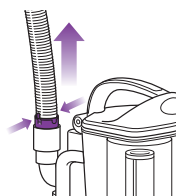

Fig. 25
- Détachez le tuyau extensible de l'arrière du chariot amovible en pressant ensemble les languettes et en tirant vers le haut. **(Fig. 25)** Raidissez le tuyau et regardez à l'intérieur pour voir s'il s'y trouve des obstructions.